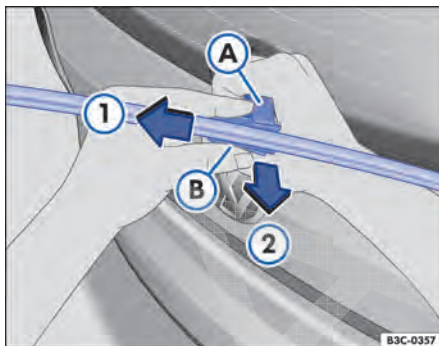

Fig. 230 Substituir a palheta do limpador do vidro traseiro.
- Segurar o braço do limpador do vidro traseiro com a mão direita ⇒ Fig. 230 ①.
- Retirar o destravamento ② no suporte, no sentido da seta A. Para isto, poderá ser necessário um esforço maior.
- Introduzir a nova palheta do limpador do vidro traseiro **de mesmo tamanho e versão** no braço do limpador do vidro traseiro no sentido contrário da seta ②, até que ela se encaixe.
- Empurrar o destravamento no sentido contrário da seta ① para travar a palheta do limpador do vidro traseiro.